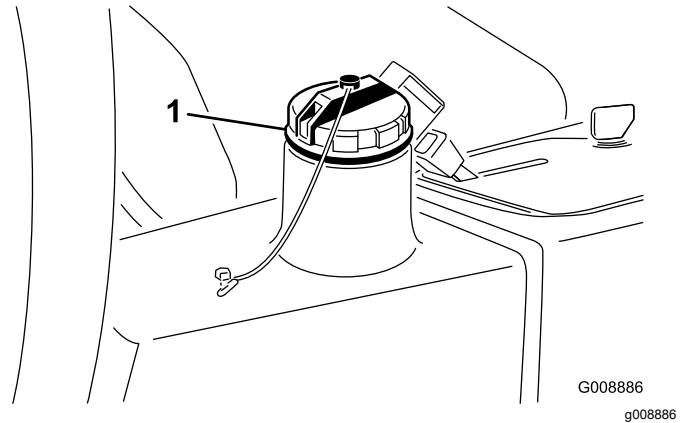

Bild 32
2. Reinigen Sie den Bereich um den Füllstutzen und den Deckel des Hydraulikbehälters (**Bild 32**).